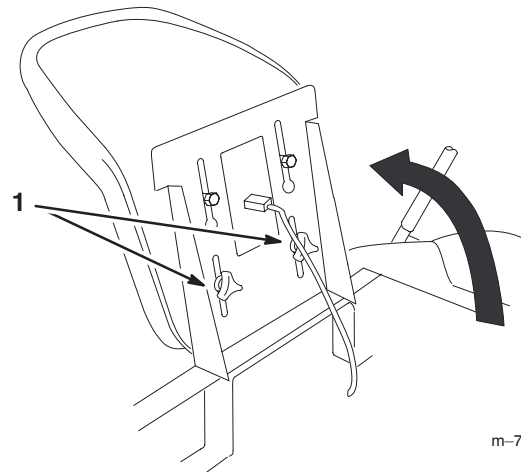

Figure 11
1. Soulevez le siège et desserrez les boutons de réglage de manière à pouvoir déplacer le siège (Fig. 11).